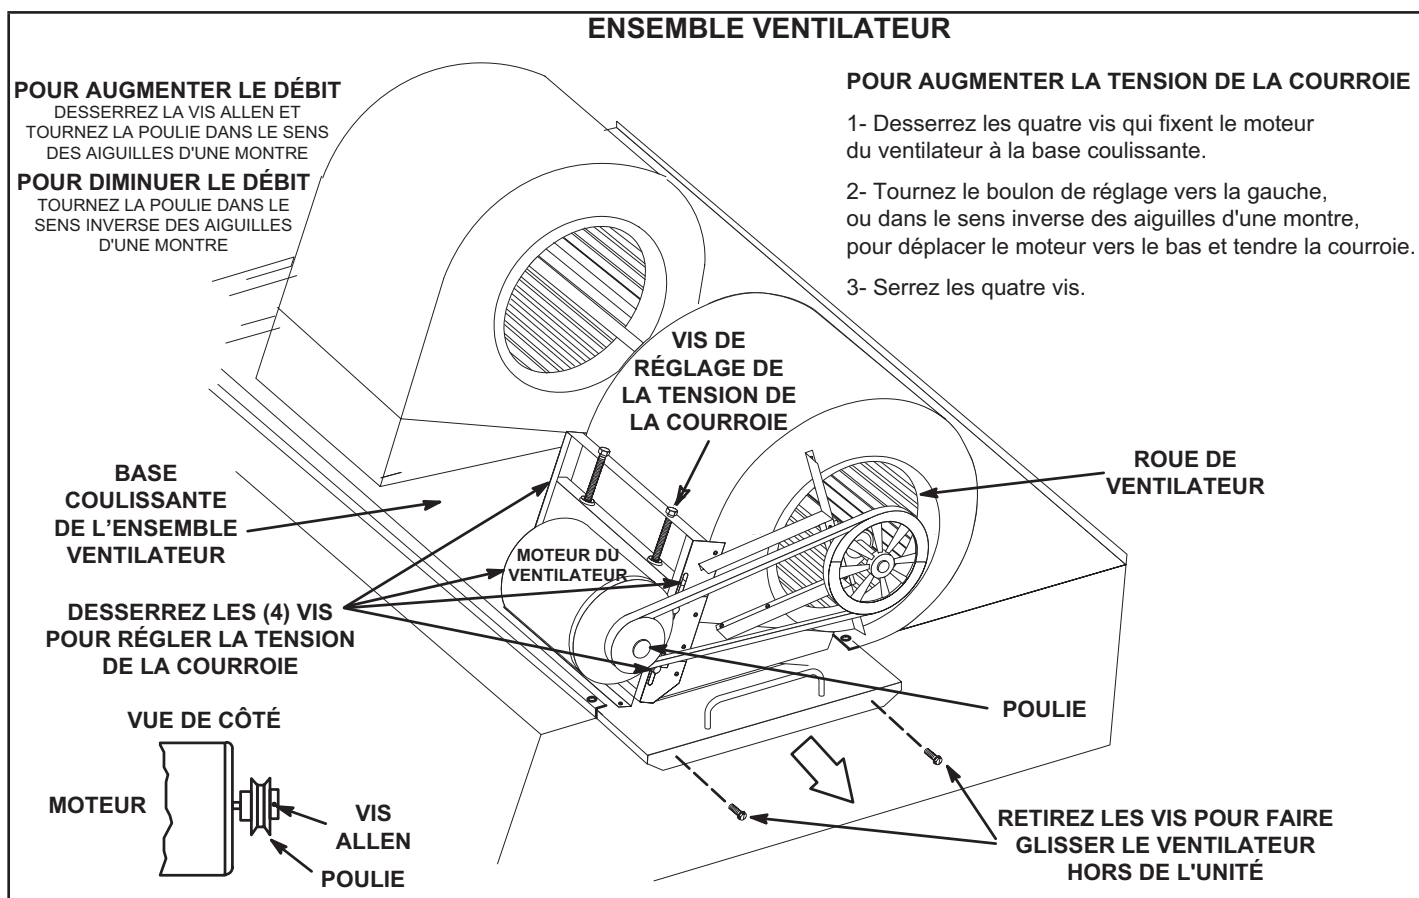

FIGURE 21
- 2 - Retirez les vis situées de chaque côté de la base coulissante de l'ensemble ventilateur. Reportez-vous à la FIGURE 21.
- 4 - La vitesse du ventilateur peut être réglée au niveau de la poulie du moteur. Desserrez la vis Allen et tournez la poulie réglable dans le sens des aiguilles d'une montre pour augmenter le débit. Tournez dans le sens inverse des aiguilles d'une montre pour diminuer le débit. Reportez-vous à la FIGURE 21. Ne dépassez pas les nombres minimum et maximum de tours de poulie indiqués au TABLEAU 3.
- 1 - Desserrez les quatre vis qui fixent le moteur du ventilateur à la base coulissante. Reportez-vous à la FIGURE 21.